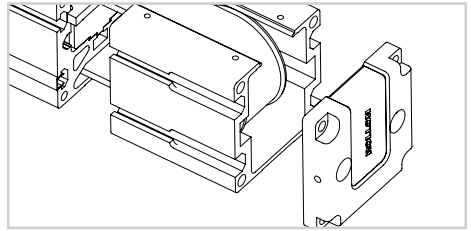

図 11
- 11) アイドルヘッドをプロファイルから離し、プーリーを取り外します (図 11)。